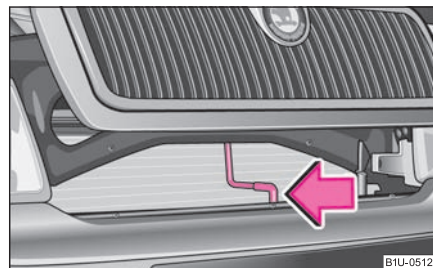

Fig. 143 Grilajul radiatorului: Mănerul de siguranță
- Apăsăți maneta în direcția indicată de săgeată ⇒ fig. 143 și ridicați capota.